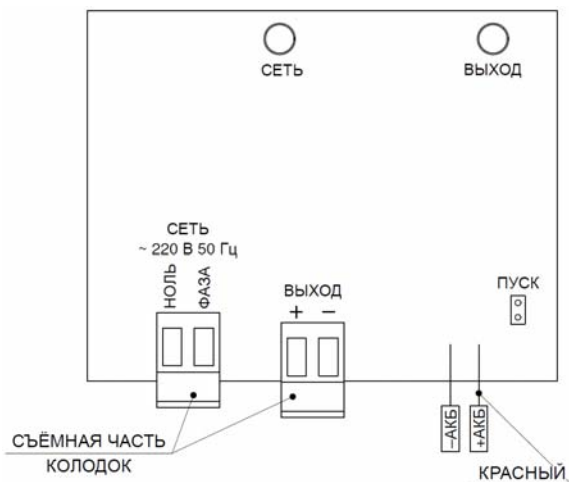

Рисунок 1 - общий вид платы изделия.
Конструктивно изделие представляет собой плату и трансформатор, размещённые в пластиковом корпусе. При открытой крышке (см. рис. 1) осуществляется доступ к плате с установленными на ней светодиодами «СЕТЬ» и «ВЫХОД» (светодиоды видны и при закрытой крышке сквозь прорези в корпусе); колодками «СЕТЬ», «ВЫХОД», переключателями «АКБ+» и «АКБ-» для подключения АКБ и парой контактов «ПУСК». АКБ устанавливается в нижней части корпуса изделия.
- подключить провода сети 220 В 50 Гц к колодке СЕТЬ (см. рис. 1) соблюдая фазировку;